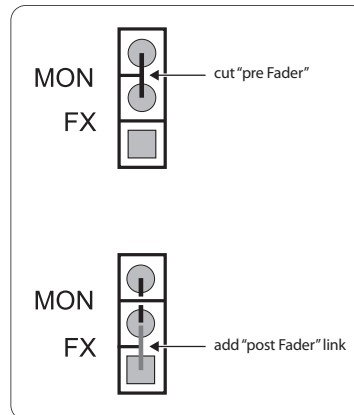

Fig. 5.1: Modificação MON/FX “pre Fader” > “post Fader”
2. Os respectivos pontos encontram-se na placa, fixada verticalmente na parte da frente. Para isso consulte a fig. 5.1.